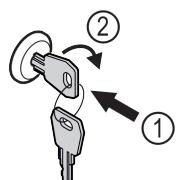

Fig. 127
- Ispauskite raktą Fig. 127 (1).
- Pasukite raktą 90° pagal laikrodžio rodyklę Fig. 127 (2).